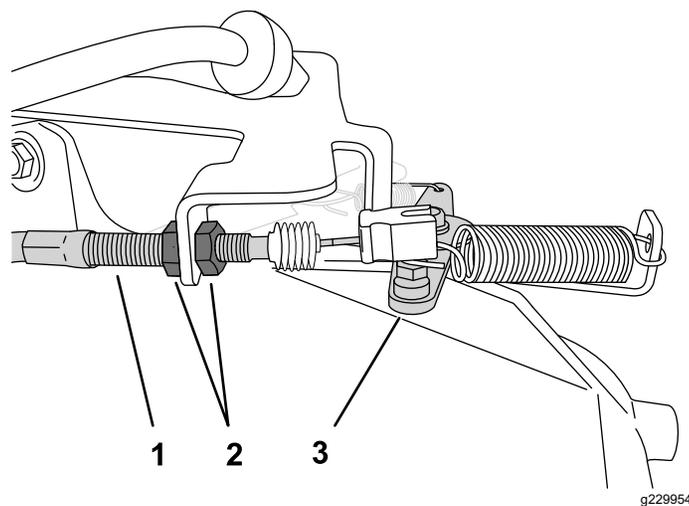

图 44
2. 在油门拉索外壳上拧松前锁紧螺母的同时拧紧后锁紧螺母可增大怠速速度图 44。